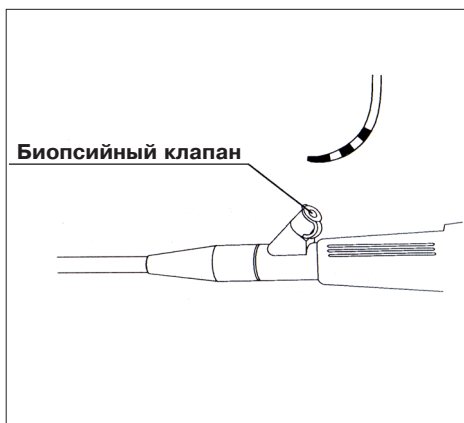

Рис. 4.4
3. При втянутом режущем ноже осторожно введите инструмент в отверстие биопсийного клапана. При этом внутренняя часть кривизны должна быть обращена вверх (см. рис. 4.4 и 4.5).